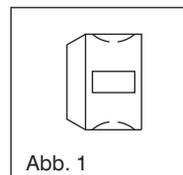

Abb. 1
1. Schrauben Sie die Spannmutter (Abb. 1) von der Spannzangenaufnahme ab.